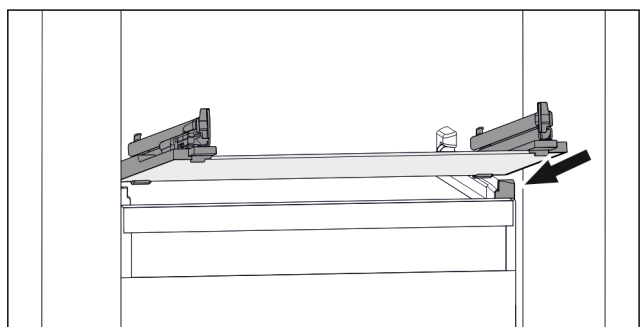

Fig. 110 Примерное отображение стекляннй пластины
- ▶ Наклоняя вниз, установите стекляннй пластину за стопоры. (см. Fig. 110)